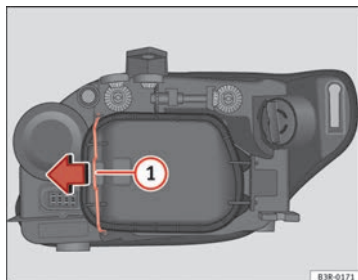

Abb. 197 Ablendlicht
Ein vorheriges Abnehmen des Deckels  $\Rightarrow$  Abb. 197 ist zwar nicht notwendig, erleichtert aber den Ersatz des Blinklichts. ■
- Den Spanner  $\Rightarrow$  Abb. 197 ① in Pfeilrichtung bewegen und den Deckel abnehmen, indem zuerst die Seite des Spanners und danach die beiden Laschen des anderen Endes des Deckels abgenommen werden.